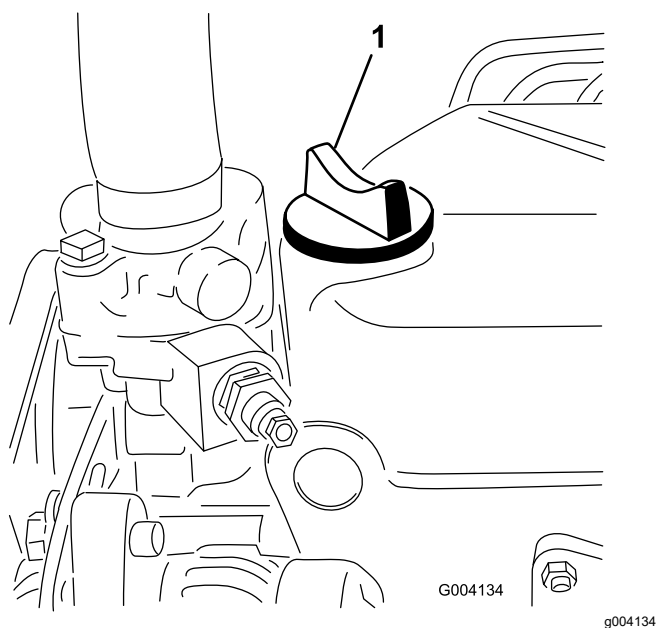

Figura 25
5. Si el nivel de aceite está por debajo de la marca Lleno, retire el tapón de llenado (Figura 25) y añada aceite hasta que el nivel llegue a la marca Lleno de la varilla. **No llene demasiado.**